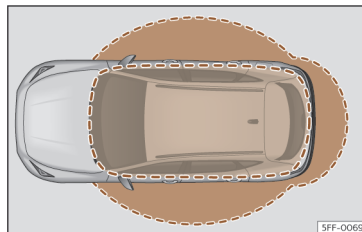

Fig. 74 Keyless Access: zonas de proximidade.
- O veículo destranca-se quando a chave da ignição se deteta numa área próxima >>> **Fig. 74**. Todos os indicadores de direção se acendem duas vezes.